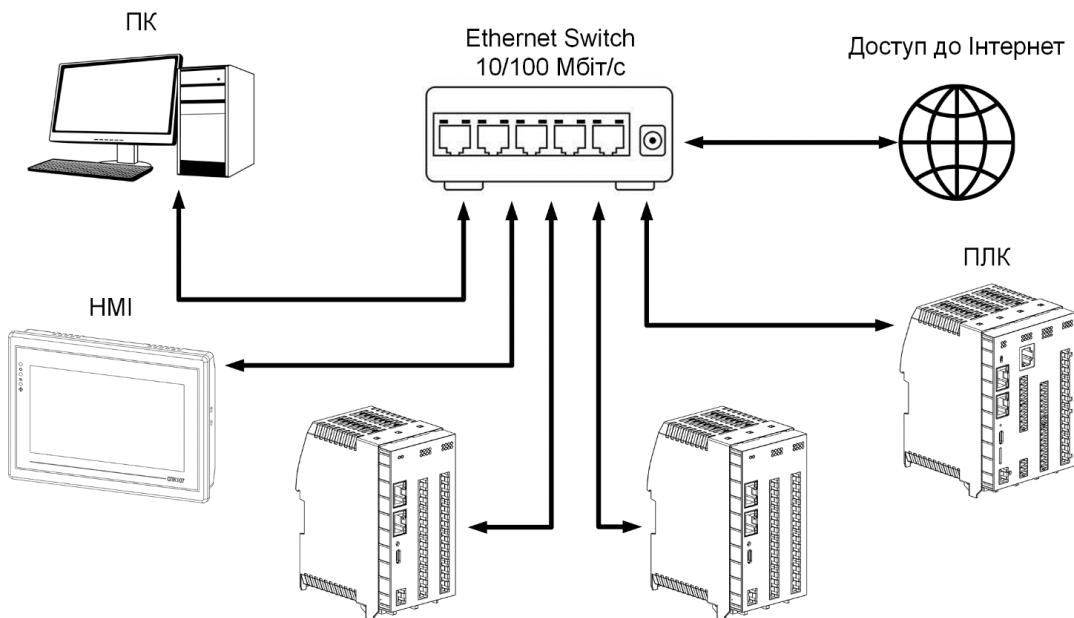

Рисунок 5.11 – Підключення за схемою «Зірка»
- «Зірка» (див. рисунок 5.11);